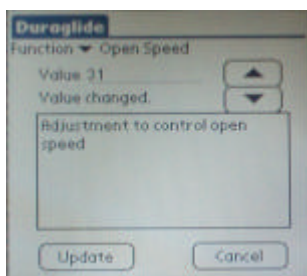

图 14
- 9) 点击“Value”项的“▼”或“▲”选择“30”（如：图 14）；